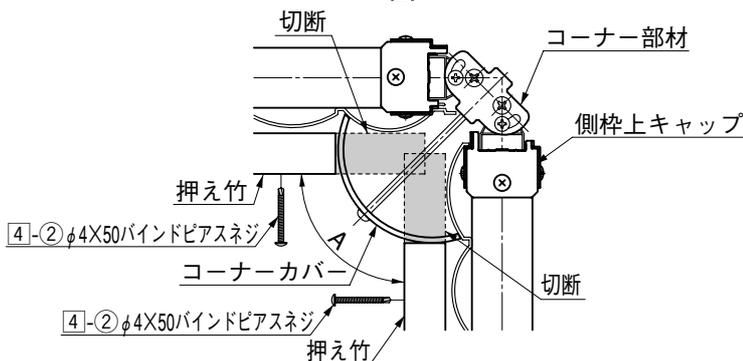

図5-14
- 13 押え竹はコーナーカバーの切断部を切断して、4-2で取付けてください。(図5-14参照)